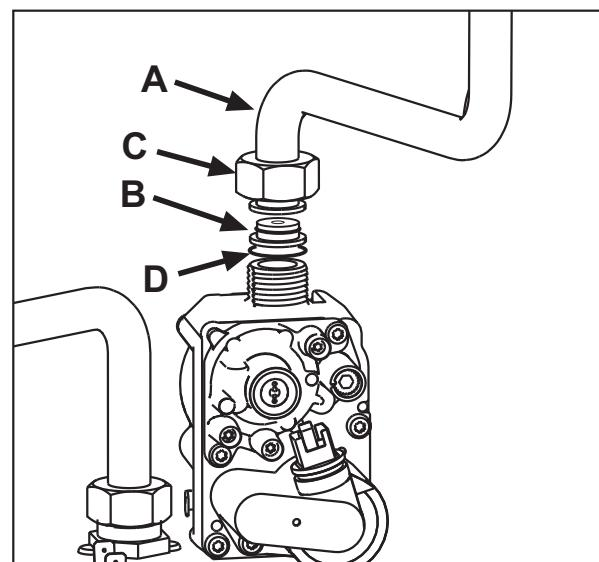

Abb. 22
3. Die Schraubverbindung C aufdrehen und das Gasrohr A aus dem Gasventil ziehen (siehe Abb.22).
4. Die Düse B im Gasrohr durch die im Umrüstungsset enthaltene Düse ersetzen. Dichtung D einlegen (siehe Abb.22).